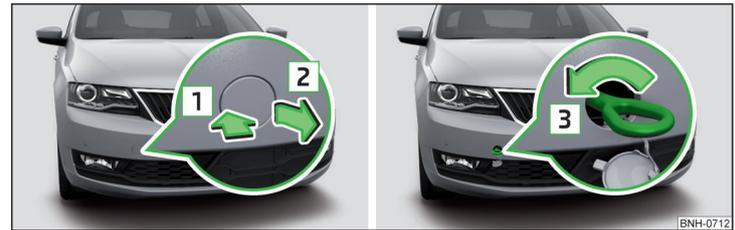

Abb. 253 **Abdeckkappe abnehmen / Abschleppöse einbauen**
- Zum **Abnehmen** auf die Abdeckkappe in Pfeilrichtung 1 drücken und diese in Pfeilrichtung 2 abnehmen » Abb. 253.
- Zum **Einbauen** die Abschleppöse von Hand in Pfeilrichtung 3 » Abb. 253 bis zum Anschlag einschrauben » I.